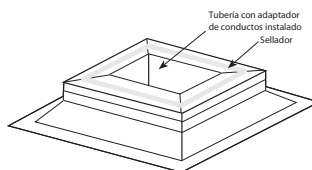

Figura 4: Aplicación del Sellador
- Antes de instalar la unidad de suministro, aplique un sellador en el perímetro del conducto de suministro para aislar el ventilador y minimizar la vibración del mismo. Vea la Figura 4.